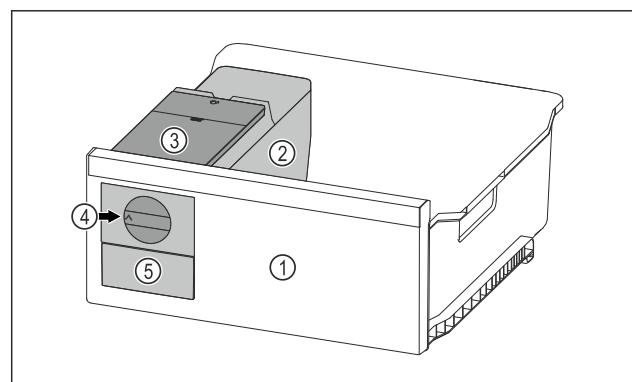

Fig. 74 Primjer izgleda
- Okrenite okretni gumb Fig. 74 (4) u smjeru kazaljki na satu do graničnika.
► Kockice leda padaju iz posude za kockice leda u ladicu za kockice leda Fig. 74 (5).